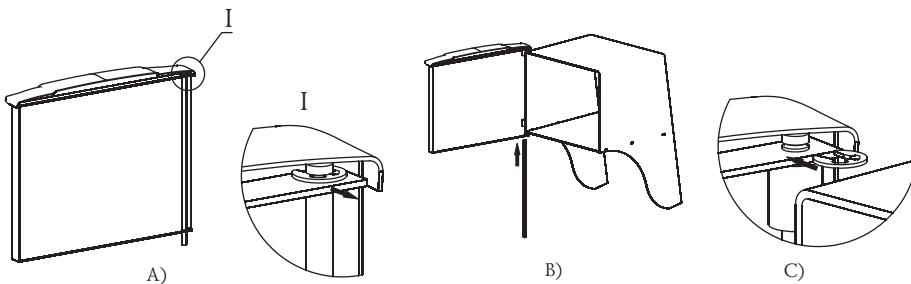

Bild 6. Türanbringen bei der Ofenmontage «Sajan»
1. Zuerst die schnell trennbare Druckscheibe abzunehmen und die Achse aus der Tür auszuziehen, Bild 6.a;
3. Stecken Sie die Achse mit einer Vertiefung im oberen Achsenteil für die Scheibe durch die Öffnungen von unten nach oben hinein, Bild 6.b;
4. Stellen Sie die schnell trennbare Druckscheibe in die Vertiefung an der Achse, Bild 6.c.